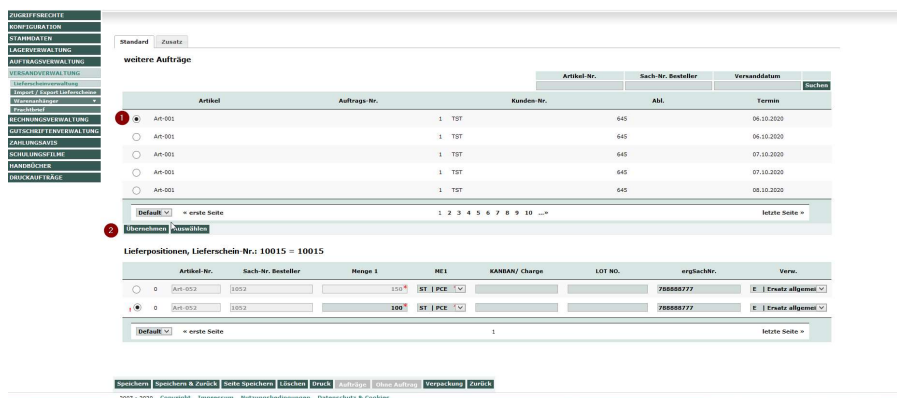

Abbildung 5.5 Auswahl eines Rahmenauftrags in der Lieferscheinpositionsмасke
- Wenn dieser Button gedrückt wird, werden alle Rahmenaufträge des im Lieferscheinkopf gewählten Kunden angezeigt. Wählen Sie nun einen Rahmenauftrag und somit einen Artikel, welchen sie zusätzlich mit diesem Lieferschein beliefern wollen. Bestätigen Sie ihre Wahl mit dem Button „Auswählen“ (siehe Abbildung 5.5).